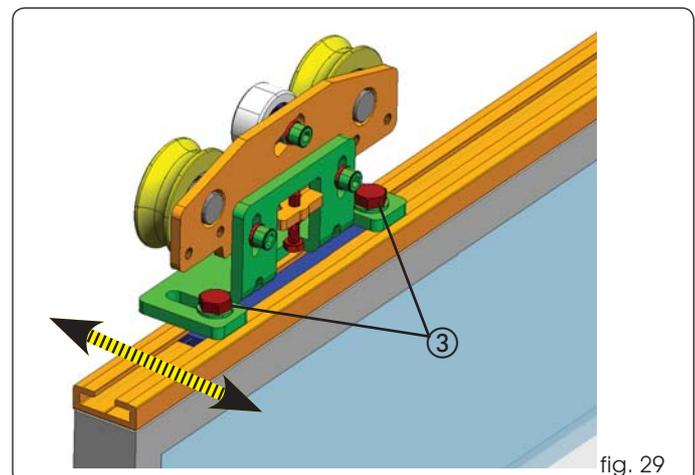

fig. 29
Pour régler les vantaux en profondeur, desserrer 2 boulons d'après la fig. 29 réf.③. Actionner le vantail sur la rainure des chariots tel qu'on le souhaite et serrer les 2 boulons.